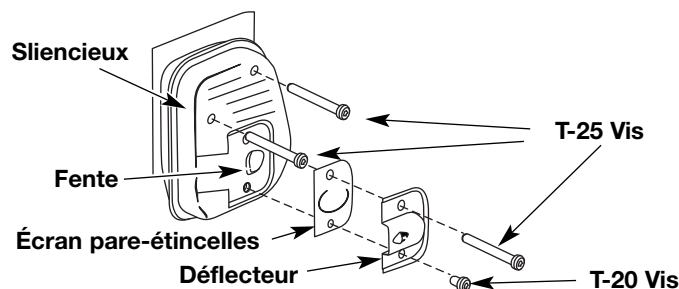

Fig. 35
2. Retirez la 4 vis retenant le couvercle du pare-étincelles au silencieux à l'aide d'un tournevis à lame plate ou à mèche no. T-20 Torx (Fig. 35).